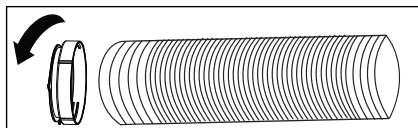

Rys. 4
2. Wyjąć element przejściowy A z urządzenia, wysuwając go do góry (rys. 4).